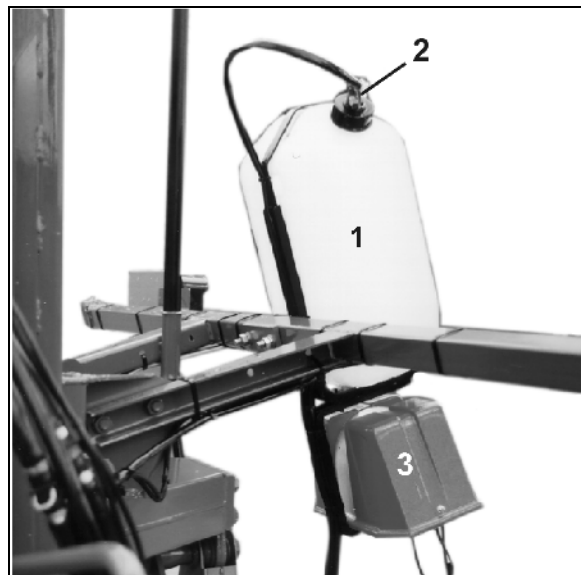

Fig. 117
Die jederzeit nachrüstbare **Schaummarkierung** (Fig. 117/1 und Fig. 117/3) ermöglicht ein **exaktes Anschlussfahren** beim Spritzen von **Ackerflächen ohne markierte Fahrgassen**.
- **Super-S-Gestänge Fig. 117/...:**